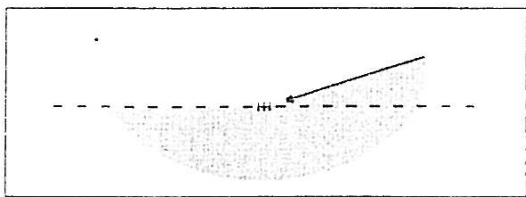

Fig. 10
- e) Controleer of deze overeenstemt met de lijn (zie fig. 10 of 11).
- g) Voor het testen van asymmetrische koplampen - vandaag de dag het meest algemeen – (zie fig. 10) moet u controleren of de projectie ook een stuk verlicht van het gedeelte van het rechterpaneel boven de horizontale lijn, gewoonlijk in een hoek van 15° .